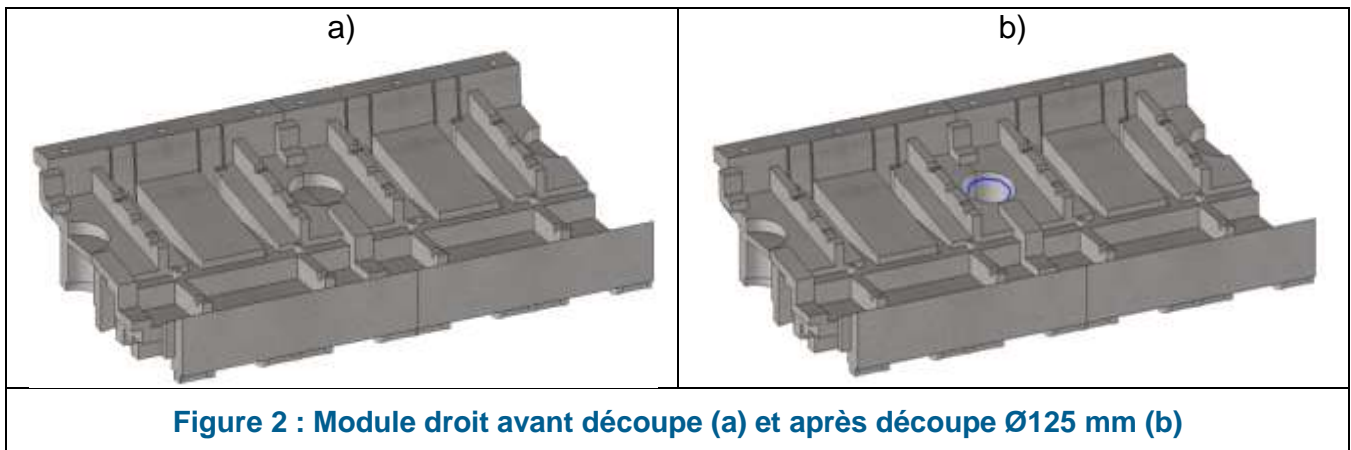

Figure 2 : Module droit avant découpe (a) et après découpe $\varnothing 125$ mm (b)
- Ouvrir au cutter ou à la scie à métaux un module droit sur deux au niveau de l'ouverture $\varnothing 125$ mm (Figure 2). Lors du coulage du béton, la moitié des tuyaux seront remplis, quand l'autre moitié servira uniquement de support pour que les coffrages ne basculent pas sous le poids du béton. Cette étape peut aussi se faire pendant le montage des modules sur le bassin.